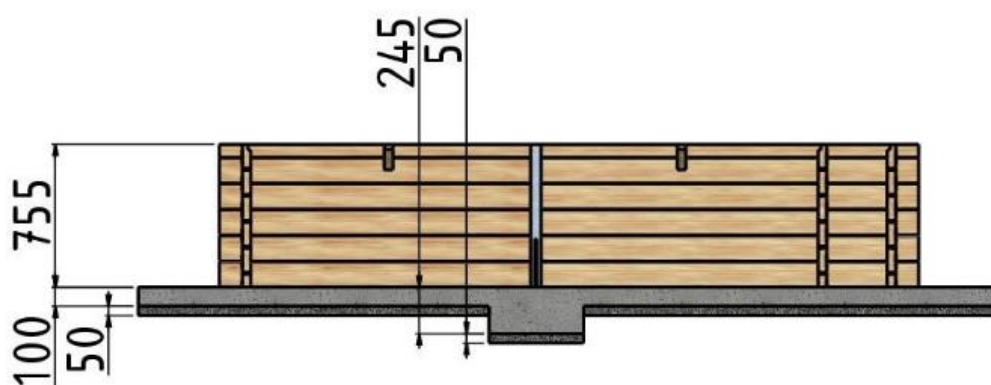

Figure 4 – Caractéristiques de la dalle de béton
**ASTUCE :** Vous pouvez utiliser les jambes de force pour matérialiser la hauteur que devra avoir votre dalle de béton une fois achevée. Pour cela, en prenant comme niveau 0 l'arase de votre piscine (dessous des margelles, voir Figure 4), mesurer 0,755 m et tracer un trait à cette cote sur le devant de la jambe de force. Ce trait correspondra à la valeur finie de votre dalle béton.
Les caractéristiques de la dalle de béton sont données à la *Figure 4*.
Lors du coulage de la dalle sur l'ensemble du fond de fouille, assurez-vous que le ferraillage supérieur est correctement noyé dans le béton : la couche de béton au-dessus du ferraillage doit mesurer au minimum 3 cm. Reportez-vous à la *Figure 4* pour déterminer la profondeur de la dalle à couler : elle doit avoir une épaisseur de 150 mm.